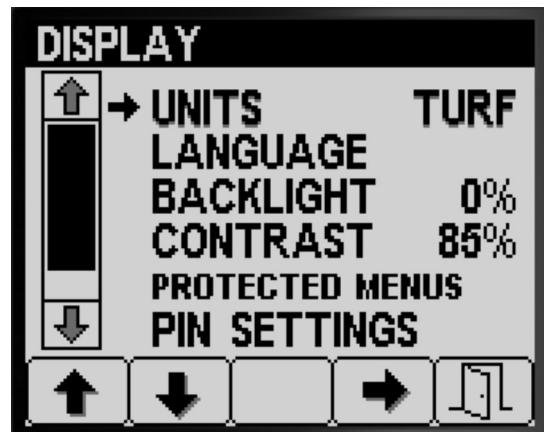

Figure 17
1. Appuyez sur le bouton 1 ou 2 pour naviguer jusqu'à l'option UNITÉS (Figure 17).
2. Appuyez sur le bouton 4 pour alterner entre les unités de mesure IMPÉRIALES, TURF et SI (Figure 17).
3. Appuyez sur le bouton 5 pour enregistrer le réglage, quitter l'écran UNITÉS et retourner à l'écran Réglages (Figure 17).